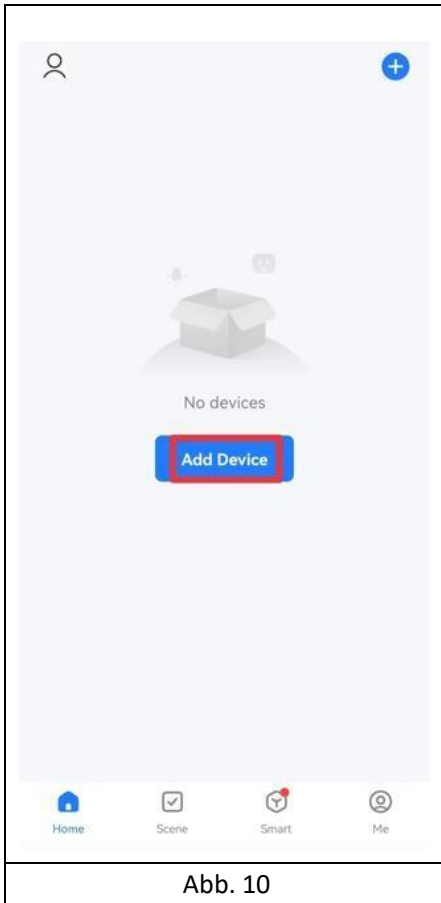

Abb. 10
1. Klicken Sie auf „Add Device“ (Gerät hinzufügen), wie in Abb. 10 gezeigt, um das Gerät betreiben zu können.